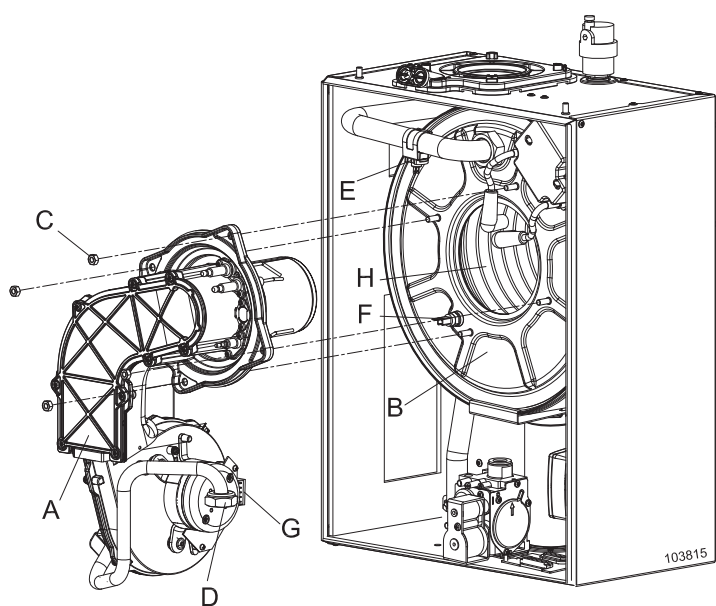

Figura 8-3 - Smontaggio gruppo ventilatore-bruciatore
5.- scollegare il cavo dal sensore di sicurezza "F" di figura 8-3;
- 2.- svitare il raccordo "D" di figura 8-3;
- 4.- scollegare il cavo dal sensore di sicurezza "F" di figura 8-3;
- 5.- svitare i quattro dadi "C" di figura 8-3;
- 6.- estrarre tutto il gruppo ventilatore e bruciatore, particolare "A" di figura 8-3;
- 7.- passare una spazzola cilindrica, a setole di plastica, all'interno della camera di combustione (particolare "H" di figura 8-3);
- 8.- facendo uso di un aspiratore, aspirare i residui incombusti dalla camera di combustione (particolare "H" di figura 8-3);